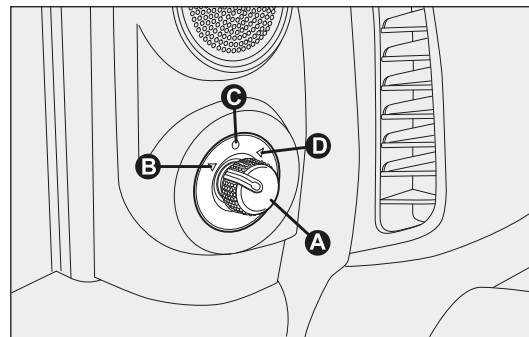

fig. 38
- ☐ kies met de keuzeschakelaar A-fig. 38 de gewenste spiegel (rechts of links):